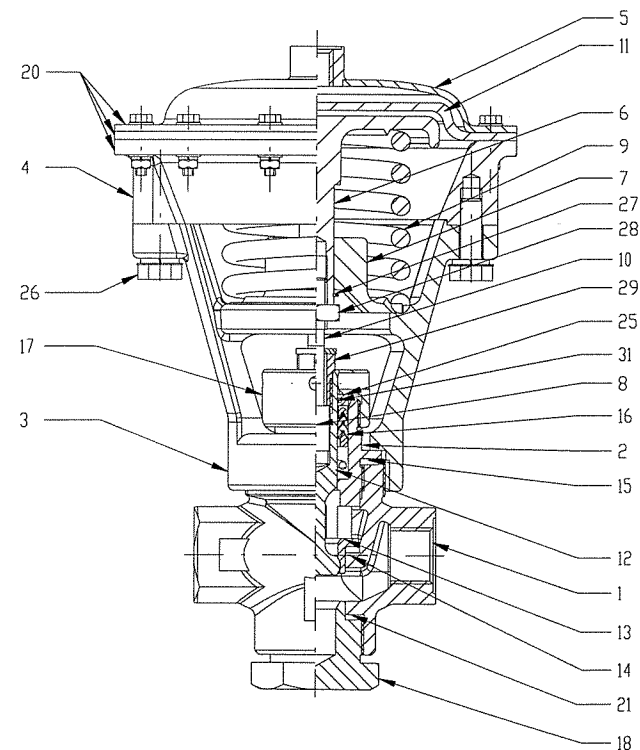
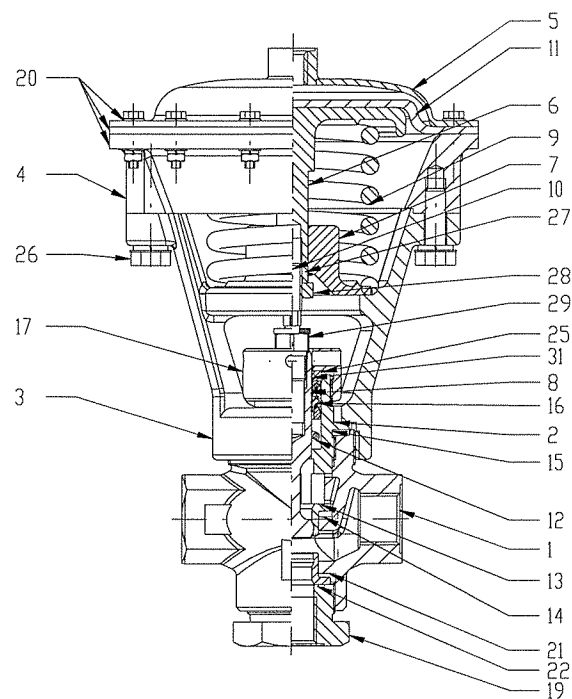

Рис. 1 Мембранные клапаны типа 2VM15ZC, D; 2VM20ZC, D; 2VM25ZC, D; 2VM32ZC, D
Рис. 2 Мембранные клапаны типа 3VMxxxС, D svetlost' DN 15, 20, 25, 32
Запасные части поставяет производитель или продавец, на основании самостоятельного заказа. Запасные части не являются составной частью поставки клапанов. В заказе надо указать количество, тип клапана, наименование и заказной номер запасной детали. Перечень запасных деталей указан в Таб.2. Кроме указанных запасных деталей, можно поставить и другие детали клапана по Поз. Рис.: 1, 1а, 2, 3, 3а.
6. Демонтирование(Рис. 1, 1а, 2, 3, 3а)
Типы 2VMxxOC, D – условный проход 15, 20, 25, 32 (Рис. 1а)
Сборку исполните аналогично, по разделу 6, согласно масштабу демонтажа и ремонту по Рис. 1, 1а, 2, 3, 3а.
Предупреждение: При сборке элемента управления с запорной частью, окончательной операцией является закручивание тяги затвора седла(10) в резьбу диска(6). Тягу закрутите так, чтоб появился зазор между нажимным кольцом(27) и диском(6) мин. 2 мм. Зазор на Рис.1, 2, 3 отмечен буквой „V“. Тягу фиксируйте гайкой(28). Образованный зазор обеспечивает необходимое смещение пружины для затвора седла.
Типы 2VMxxZC, D – условный проход 15, 20, 25, 32 (Рис. 1) и 3VMxxxС, D – условный проход 15, 20, 25, 32 (Рис. 2)
Рис. 1а Мембранные клапаны типа 2VM150C, D; 2VM200C, D; 2VM250C, D; 2VM320C, D
Легенда к Рис. 1, 1а, 2, 3, 3а: